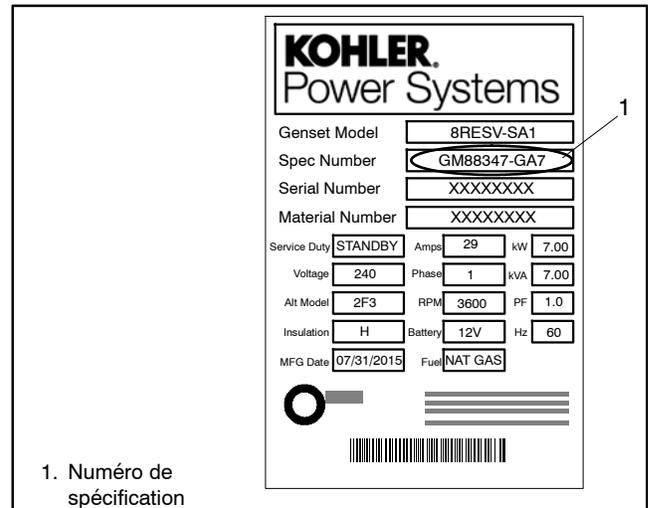

Figure 3-1 Plaque signalétique
Remarque : Le dégagement minimal réduit par rapport à une structure contenue dans ADV-8774 s'applique uniquement aux groupes électrogènes qui sont conformes à l'alinéa (2) de l'article 4.1.4 de NFPA 37. Pour vérifier si le groupe électrogène est conforme, voir le **numéro de spécification** figurant sur la plaque signalétique du groupe. Voir Figure 3-1. Si l'un des numéros de spécification suivants figure sur la plaque signalétique, alors le groupe électrogène est conforme à la clause (2) l'article 4.1.4 de NFPA 37 et le dégagement réduit dans ADV-8774 (Figure 3-5) s'applique.